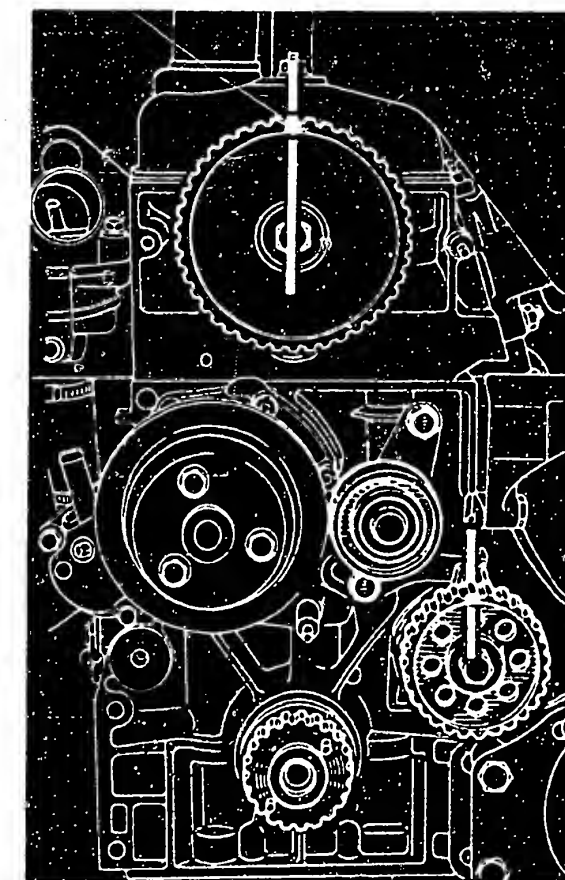
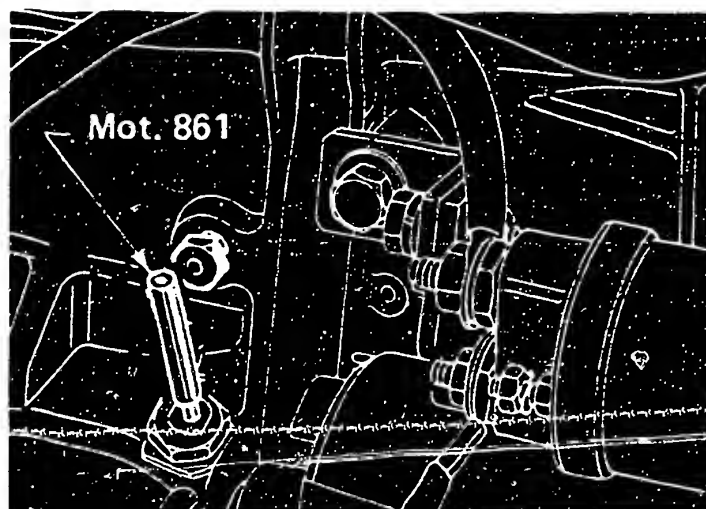

Bild 11 Motor J7T: Ausrichten des Nockenwellen- und Zwischenrades zur Einstellung der Motorsteuerung.
Bild 12 Motor J7T: Ausrichten der Kurbelwelle in der OT-Stellung mit Hilfe des Dornes Mot. 861.
d) **Nockenwelle und Ventile:** Die Nocken-welle ist in Längsrichtung durch eine Füh-rungsplatte, welche gleichzeitig das Axial-spiel bestimmt, gesichert. Beim Einbau des Nockenwellen-Antriebsrades ist auf die Markierungen zu achten (Bild 11). Vor-sicht: Es existieren Antriebsräder mit vier-eckigen oder runden Zahnprofilen!
Fñr den Ausbau des Zahnriemens muss der Riementspanner gelöst und zurñckgeschoben werden. Zur korrekten Einstellung der Motorsteuerung sind an Nockenwellen- und Zwischenrad Markierungen angebracht (Bild 11). Die OT-Stellung der Kurbelwelle wird mit Hilfe eines Kontrolldorns ermittelt (Bild 12). Am aufgelegten Steuergehäusedeckel lässt sich die Einstellung überprüfen. Das Spannen des Riemens erfolgt durch Lösen und nachheriges Festziehen der Riemen-Spannrolle. Nach zweimaligem Drehen der Kurbelwelle ist dieser Vorgang zu wiederholen.
Wie beim Benzinmotor ist die OT-Stellung der Kurbelwelle durch eine Ausfräsung in einer der Kurbelwangen festgelegt. Wie in Bild 12 gezeigt, kann die Kurbelwelle in dieser Stellung mit einem Dorn blockiert werden. Die Steuerräder von Nockenwelle und Einspritzpumpe sind markiert (Bild 22). Zwischen den Markierungen von Nockenwellen- und Einspritzpumpenrad müssen 20 Nuten des Zahnriemens liegen.